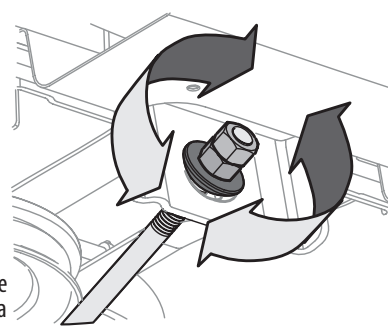

Figura 19
4. Para *eleva*r el frente de la plataforma, afloje la tuerca exterior y luego apriete (rosca hacia adentro) la tuerca contra el soporte de suspensión delantera. Consulte la Figura 19. Cuando se logre el ajuste correcto, vuelva a apretar la tuerca exterior hasta 25–30 pies–libras (33.9–40.7 N–m).
5. Para *baja*r el frente de la plataforma, afloje la tuerca exterior y luego afloje (rosca hacia afuera) la tuerca, alejándola del soporte de suspensión delantera. Consulte la Figura 19. Cuando se logra el ajuste correcto, vuelva a apretar la tuerca exterior.